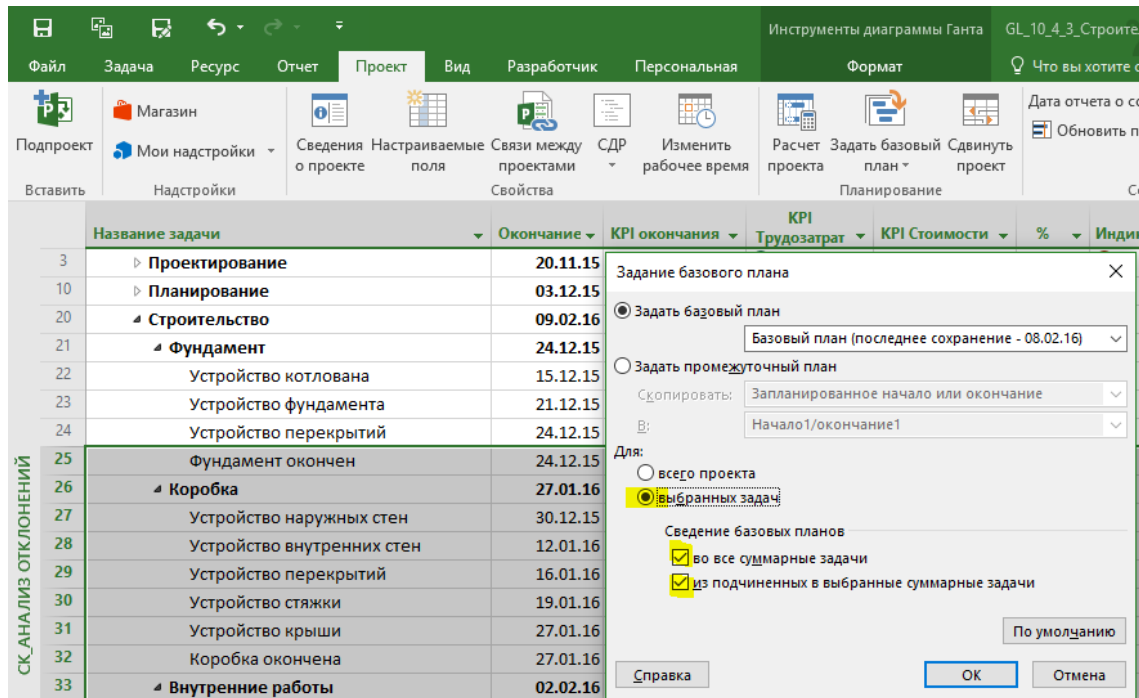

Рисунок 10.51 – Добавление новой задачи в базовый план
3. В окне «Задание базового плана» выбрать переключатель «Для – Выбранных задач», поставить галочки у параметров сведения и нажать «Ок» (см. Рисунок 10.51).